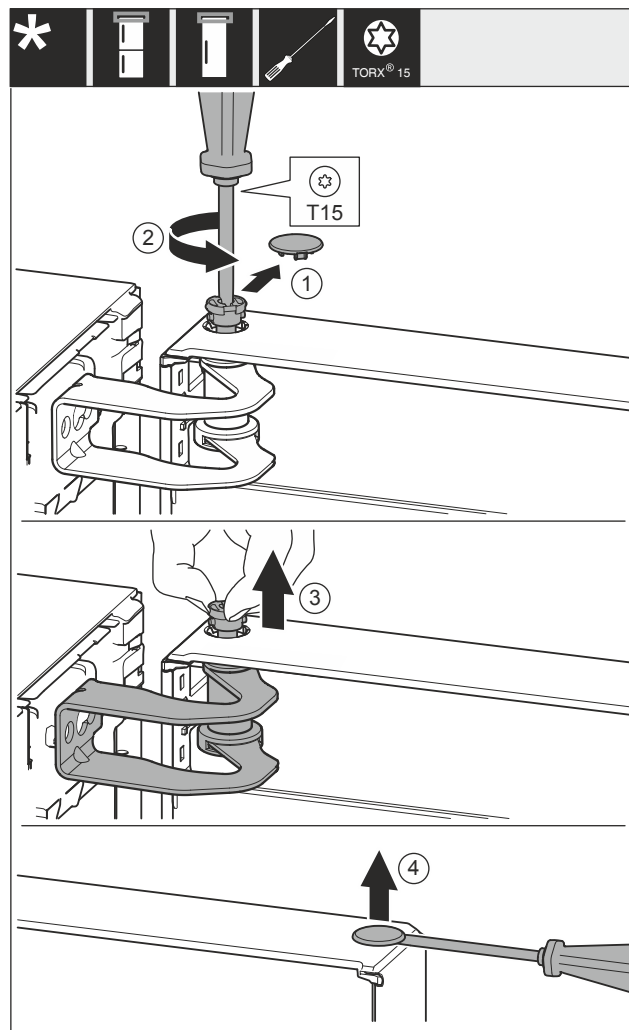

Fig. 12
- Rimuovere con cautela la copertura Fig. 12 (1).
- Estrarre di un passo i perni Fig. 12 (2) con un cacciavite.
- Estrarre i perni Fig. 12 (3) con le dita.
- Sollevare la copertura Fig. 12 (4) con cautela con un cacciavite e rimuoverla.